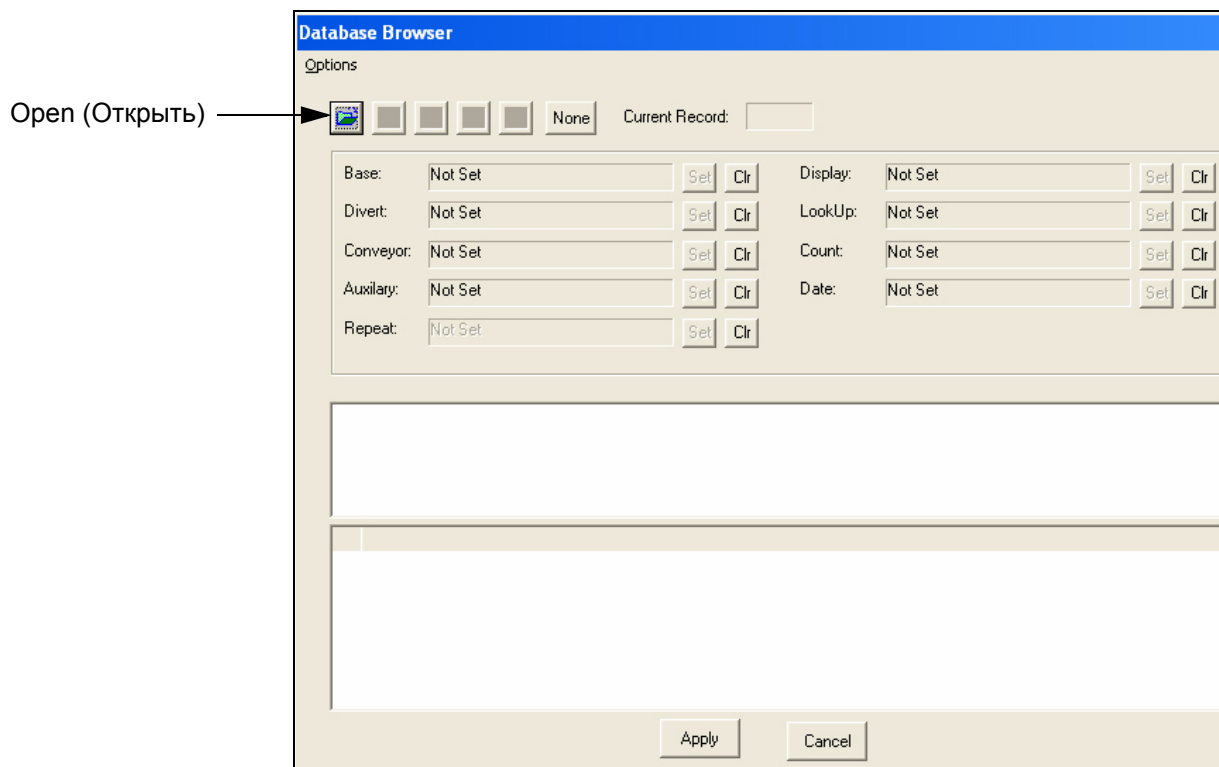
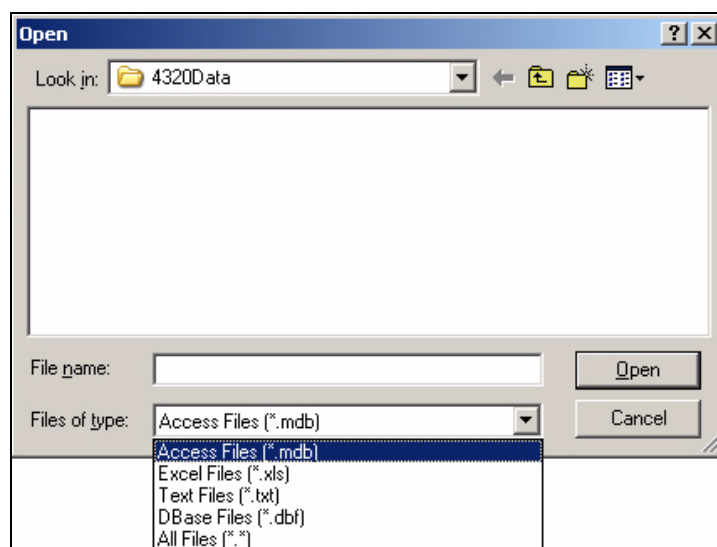

Рисунок 4-7: Обзорщик баз данных Database Browser
Рисунок 4-8: Выбор Базы данных
- 1 Кликнуть по *Datafile Browser* , появиться экран поиска и подключения базы данных (см.Рис. 4-7 на стр. 4-7).
- 2 Кликнуть  иконку на панели инструментов (см. Рис. 4-7). Появится диалоговое окно Open (см. Рис. 4-8).
- 3 Выбрать тип файлов из списка *Files of type* (см.Рис. 4-8).